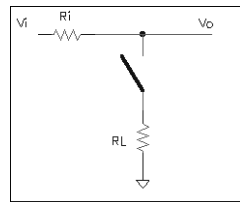

Figura 1
1.- Obteniu l'expressió del senyal de sortida V_s en l'atenuador de la figura 1 quan es consideren les pèrdues per inserció (r_{on}) i els corrents de fugides (I_s i I_D) en l'interruptor analògic.